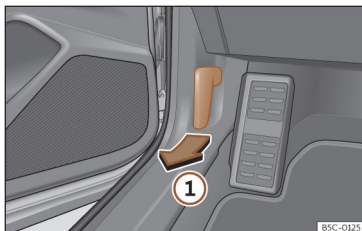

Fig. 205 Alavanca de desbloqueio no espaço para a zona dos pés do condutor.
- Abra a porta e puxe pelo manípulo que existe debaixo do painel de instrumentos »» Fig. 205 ①.